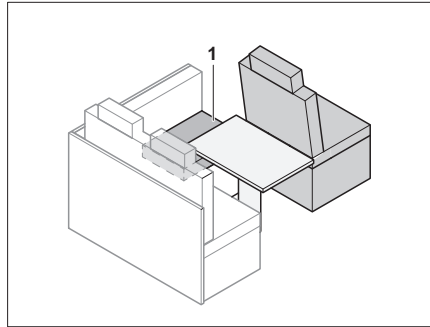

Bild 138 Vor dem Umbau
- Sitzpolster (Bild 138,1) zur Seite legen.